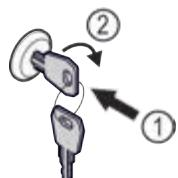

Fig. 131
- Вдавити ключ Fig. 131 (1).
- Повернути ключ на 90° за годинниковою стрілкою Fig. 131 (2).